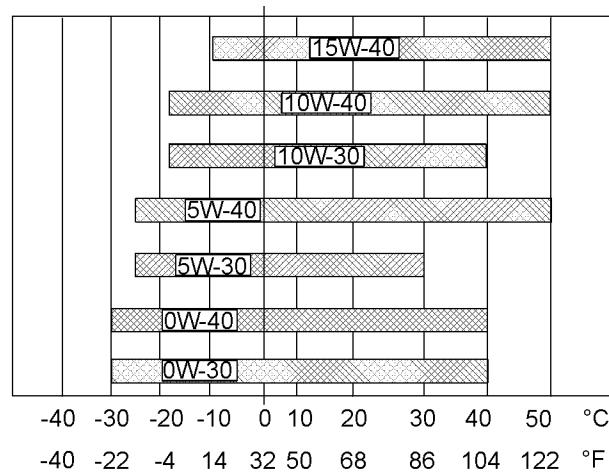

图 67
请参阅图 67（最低温度）以确定发动机冷起动时所需要的机油粘度。
请参阅图 67（最高温度）以选择发动机在预期的最高环境温度下运行时所需要的机油粘度。
- 请参阅适用的“机油粘度”。为找到适合您的发动机的机油粘度等级，请参阅图67。